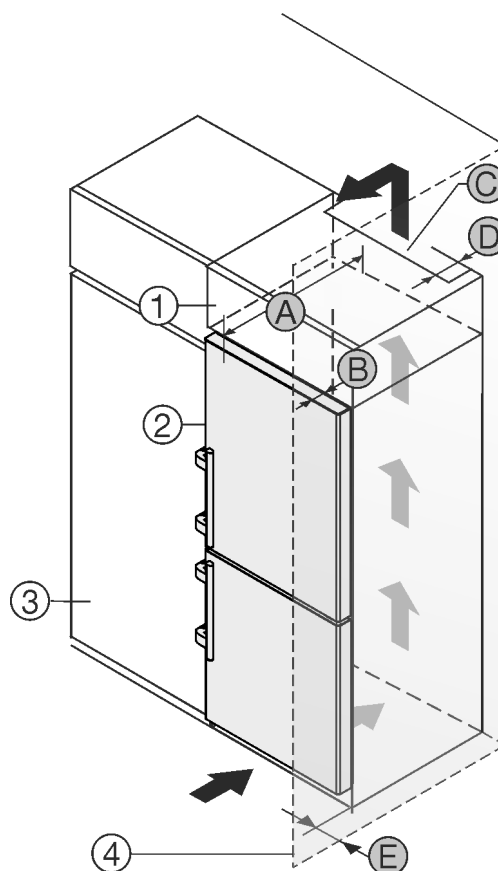

Fig. 26
Přístroj lze zabudovat do kuchyňských skříní. K vyrovnání přístroje *Fig. 26 (2)* na výšku kuchyňské linky lze na přístroj nasadit nástavec *Fig. 26 (1)*.
Přístroj lze instalovat přímo vedle kuchyňské skřínky *Fig. 26 (3)*. Aby bylo možné dvířka plně otevřít, musí přístroj přesahovat o hloubku *Fig. 26 (B)* vůči přední linii kuchyňské skřínky. V závislosti na hloubce kuchyňských linek a použití vymezovačů odstup od stěny může přístroj vyčnívat dále.
- Na zadní straně nastavné skřínky musí být větrací šachta hluboká *Fig. 26 (D)* přes celou šířku nastavné skřínky.
- Pod stropem místnosti musí být dodržen ventilační průřez *Fig. 26 (C)*.
Pokud je přístroj se závěsy instalován vedle stěny *Fig. 26 (4)*, musí být dodržena vzdálenost *Fig. 26 (E)* mezi přístrojem a stěnou. To odpovídá přesahu madla při otevřených dveřích.